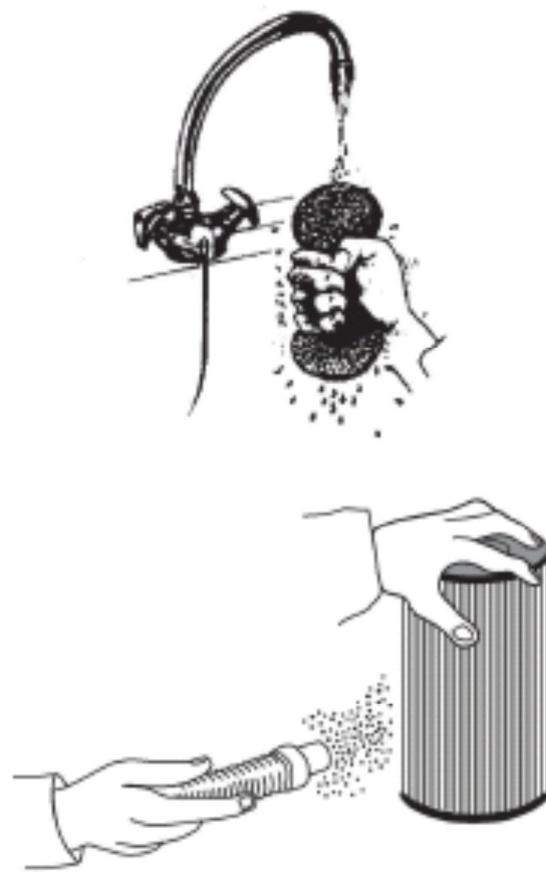

Fig. 7
- Die Schwämme oder den Einsatz mit einem Gartenschlauch leicht spülen bis sie sauber sind (Fig. 7)